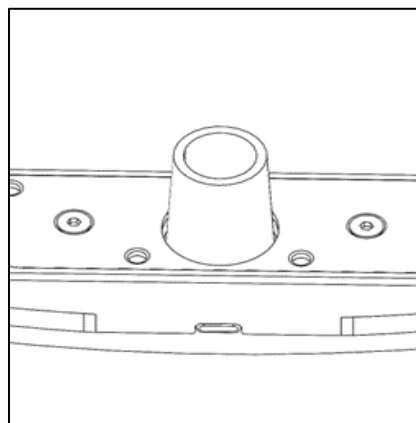

FIGURE 10-17
4. En utilisant le tuyau, nettoyez le piège (Fig. 10-17) sous un jet d'eau courante. Vérifiez que le piège est exempt de débris après le nettoyage.